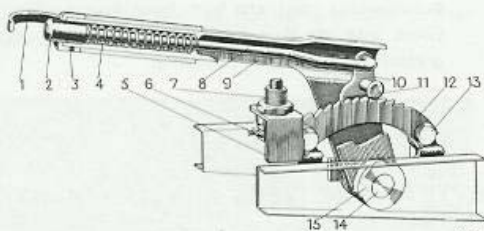

Bild 115. Man verdetaljer, 1800
4. Skruva ur l sskraven (3 bild 115) och demontera bygel (1) och knappen (2). Ta ur fj dern ur spaken. Demontera niten (11) och ta ur tryckst ng (8) och sp rrhake (10).